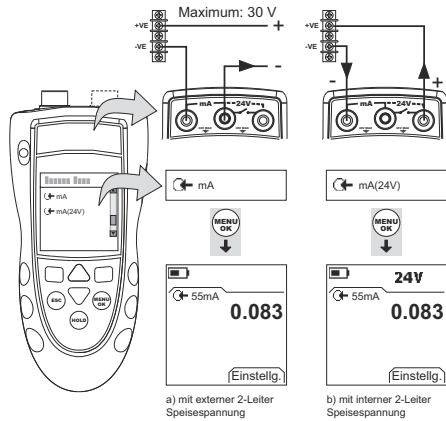

Abbildung 7: Beispielkonfiguration: Strommessung
1. Schließen Sie das Gerät an (Abbildung 7) und ändern Sie ggf. die Option Konfig. (Tabelle 1).
- Nur DPI802/802P. Schließen Sie das Gerät an die Kalibrierungsausrüstung an (Abbildung 7).